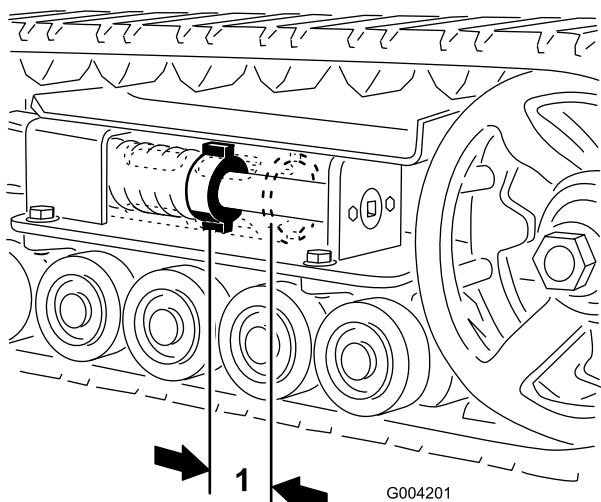

Figure 44
L'écrou de tension et l'arrière du tube de tension doivent être distants de 7 cm (Figure 44). Si ce n'est pas le cas, réglez la tension des chenilles comme suit :
4. À l'aide d'une clé à douille de 13 mm, tournez la vis de tension dans le sens antihoraire jusqu'à obtention d'un espacement de 7 cm entre l'écrou de tension et l'arrière du tube de tension (Figure 44).
11. Tournez la vis de tension dans le sens antihoraire, de manière à obtenir un écartement de 7 cm entre l'écrou de tension et l'arrière du tube de tension (Figure 44).
17. Tournez la vis de tension dans le sens antihoraire, de manière à obtenir un écartement de 7 cm entre l'écrou de tension et l'arrière du tube de tension (Figure 44).